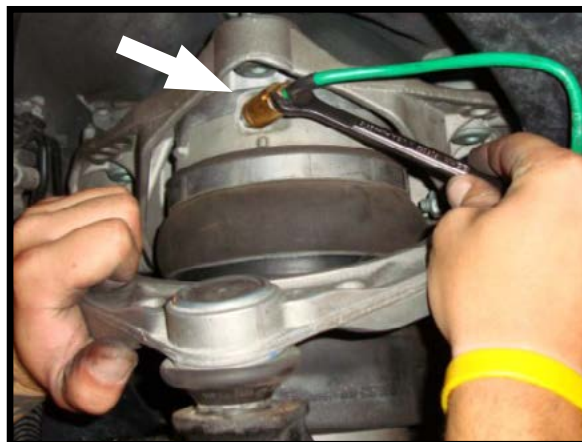

图10-1
4. 拆下空气阀的空气管路接头。拆下并丢弃空气管路上的接头。(图10-1)